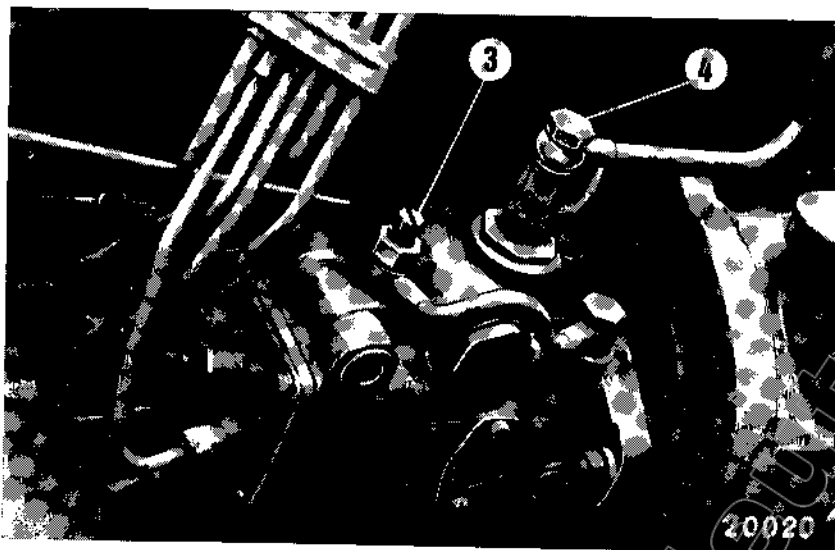

Bild 75
Um die Einspritzleitungen luftfrei zu bekommen, müssen die Überwurfmutter ① (Bild 75) um 2–3 Umdrehungen gelöst werden. Tritt auch hier der Kraftstoff blasenfrei aus, nachdem der Motor mehrmals mit dem Anlasser durchgedreht wurde – Überwurfmutter wieder gut festziehen. Während des Entlüftens muß der Drehzahlverstellhebel auf Vollast stehen. Nach Auswechseln der Kraftstofffilter muß die Entlüftung an den Schrauben ⑧ und ⑨ sowie an Schraube ③ vorgenommen werden. Wenn Einspritzpumpe und Leitungen entfernt, muß nach dem Wiederaufbau die Entlüftung auch an der Schraube ④ vorgenommen werden.